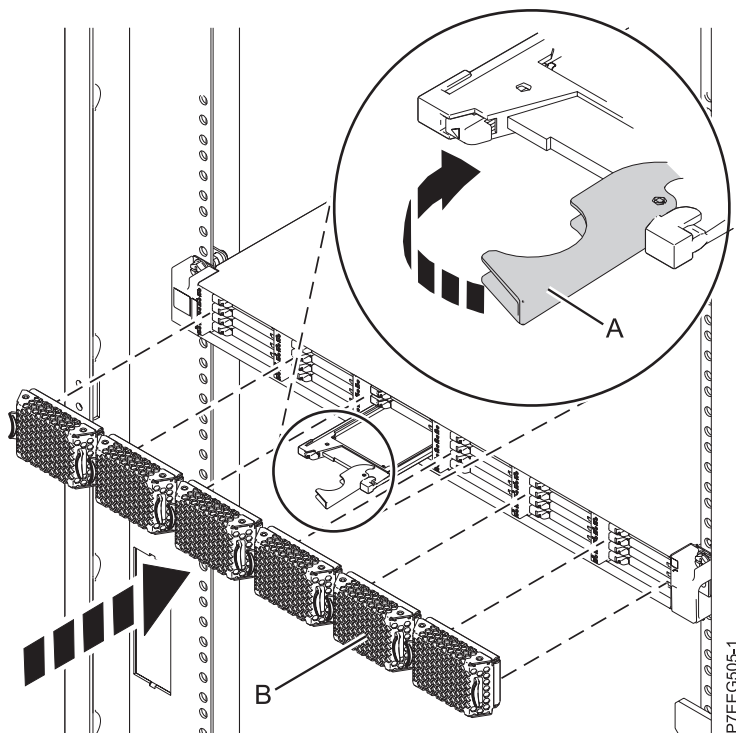

Figura 22. Sustitución de una unidad de estado sólido en Alojamiento de almacenamiento PCIe de EDR1.
3. Gire el asa (A) hasta la posición de bloqueo, como se muestra en Figura 22 en la página 36.
4. Instale la placa frontal (B).